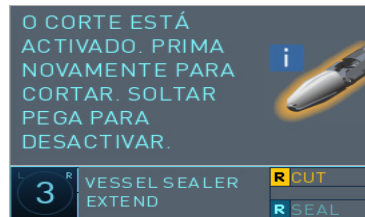

Figura 2.11 Extensão de Selador de Vasos com corte habilitado (armado)
2. Pressione e solte o pedal amarelo associado uma vez para habilitar (armar) a lâmina de corte. O sistema da Vinci emite um sinal audível, e uma mensagem aparece (na parte inferior do visualizador 3D), indicando que o corte está habilitado (Figura 2.11). Quando o corte está habilitado, o braço do instrumento fica bloqueado no lugar até que a pega do controle manual seja solta.